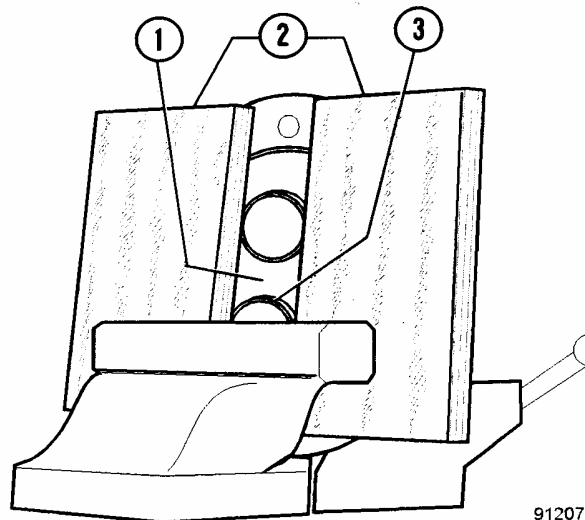

FIGURA 3-10. MONTAJE DEL SELLO DEL EJE
2. Coloque los bloques de madera nivelados con la mandíbula fija del tornillo de banco. Coloque la placa de la pestaña contra los bloques de tal forma que las protuberancias del rodamiento queden entre los bloques y fuera de la mandíbula del tornillo; consulte la Figura 3-10.